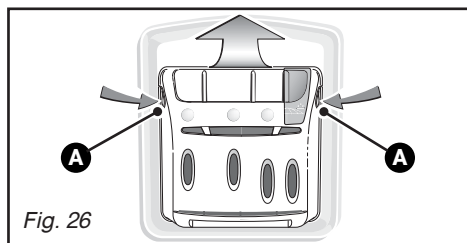

Fig. 26
- appuyez simultanément sur les bossages **A** se trouvant de part et d'autre de la boîte, celle-ci s'extrait de son logement (Fig. 26).